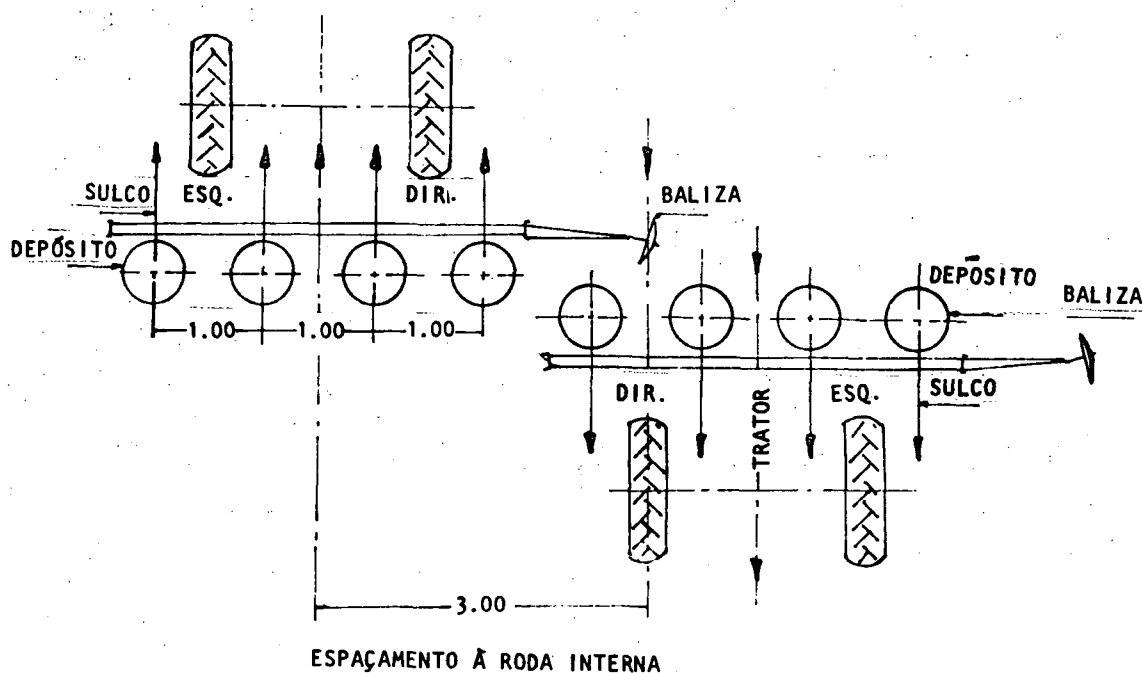

Fig. 6
- Deve ser igual a três vezes a distância entre sulcos (fig. 6, para se marcar a roda interior.